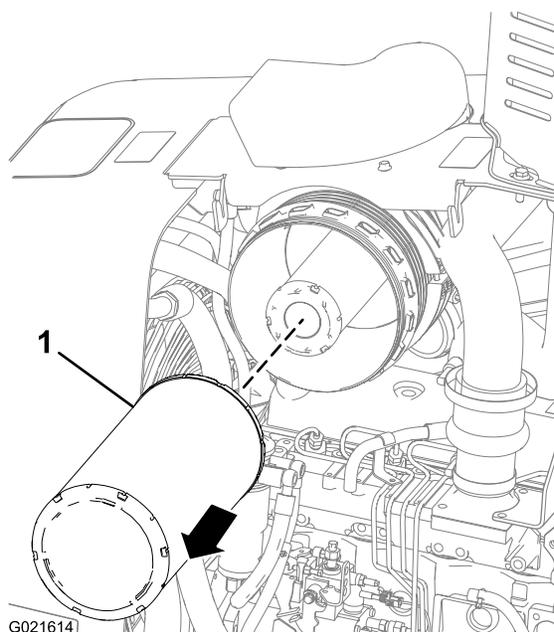

Figura 50
2. Puxe o elemento filtrante primário para fora, removendo-o do corpo do filtro de ar (Figura 50).
6. Introduza o novo elemento filtrante primário no corpo do filtro de ar (Figura 50).